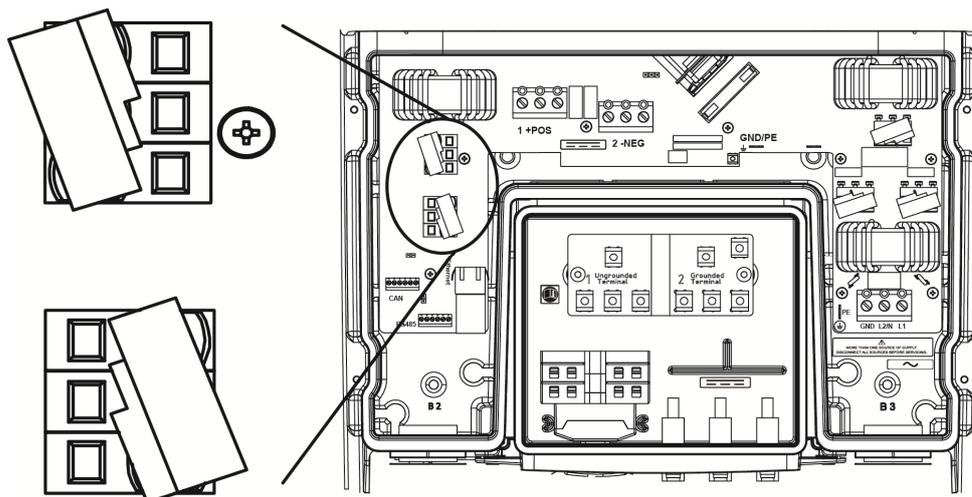

Figure 8.2.5 : Varistances du côté DC
- Respecter la Figure 8.2.5 et la 8.2.6 pour garantir la position correcte des varistances.